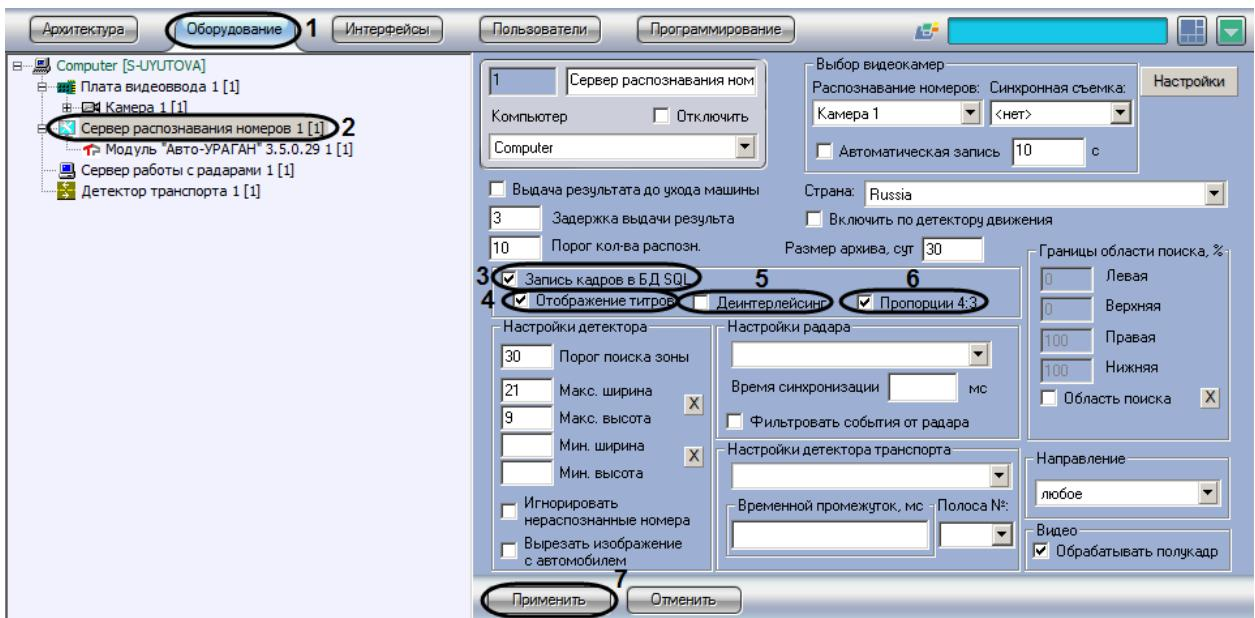

Рис. 7.2—9. Включение функции записи кадра с транспортным средством в базу данных номеров
1. В диалоговом окне «Настройка системы» перейти на вкладку «Оборудование» (Рис. 7.2—9, 1).
2. В дереве объектов на вкладке «Оборудование» выбрать объект «Сервер распознавания номеров», соответствующий активированному программному модулю «Авто-УРАГАН 3.5.0.29», «CARMEN-паркинг», «CARMEN-Авто», «ACCR» или «VIT» (см. раздел «Активация программного модуля, используемого для распознавания номеров», Рис. 7.2—9, 2). В правой части вкладки «Оборудование» отобразится панель настройки выбранного объекта.
3. Установить флагок «Запись кадров в БД SQL» для активации функции записи кадра видеоизображения с транспортным средством, для которого был распознан номерной знак, в базу данных номеров (см. Рис. 7.2—9, 3)
4. Установить флагок «Отображение титров» для активации функции наложения титров на кадр видеоизображения при формировании отчета о распознанном номере (см. Рис. 7.2—9, 4)
5. В случае если видеоизображение поступает в полном разрешении, установить флажок «Деинтерлейсинг» для деинтерлейсинга кадра с транспортным средством (см. Рис. 7.2—9, 5)